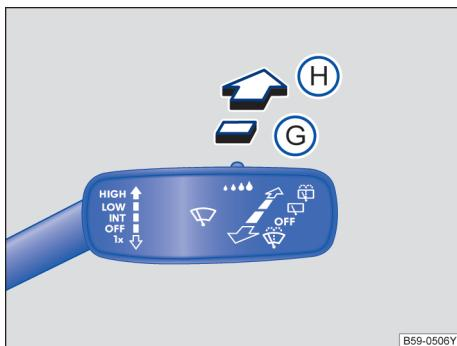

图 77 挡风玻璃雨刮器拨杆：后窗雨刮器操作
- 将挡风玻璃雨刮器拨杆向前按到位置⑥→图 77，大约每隔六秒，雨刮器刮一次车窗→①。